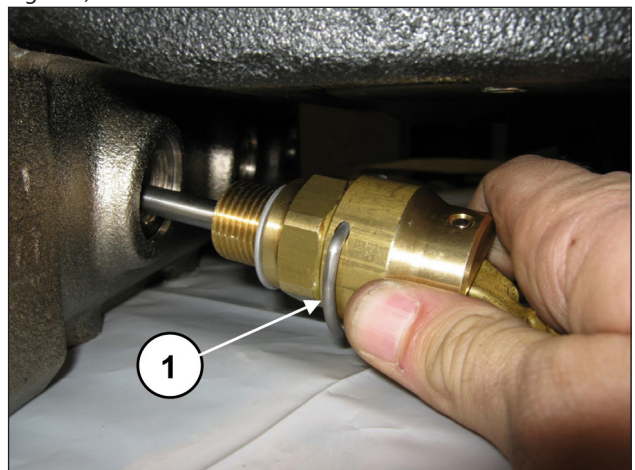
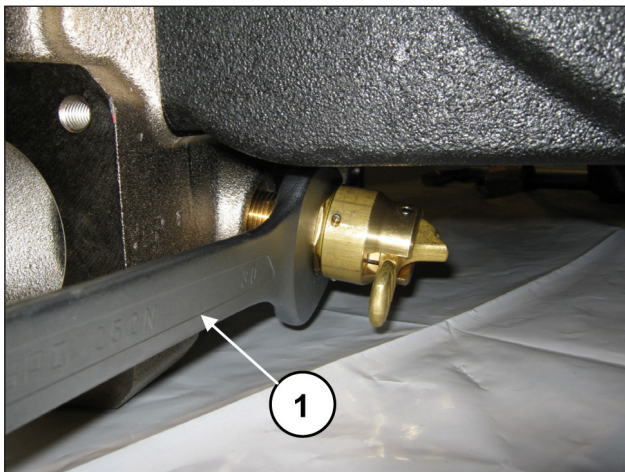

Fig. 164
Fig. 165
Calibre os parafusos M16x45 das coberturas de aspiração e de fluxo com chave dinamométrica, conforme indicado no capítulo 3, CALIBRAGEM DE APERTO DOS PARAFUSOS. Aplique os dispositivos de abertura da válvula (pos. ①, Fig. 164) e solte-os mediante a chave de 30 mm (pos. ①, Fig. 165).